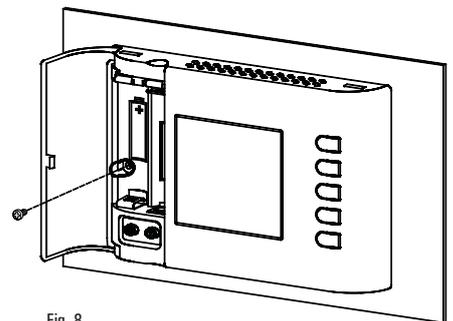

Fig. 8
- Fijar el cuerpo del cronotermostato a la plancha a muro mediante los tornillos en dotación ubicados en el interno del compartimiento pilas (Fig. 8).